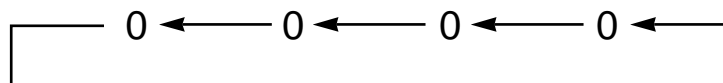

Abb. 7.1.3
5.3 Die Taste \triangleleft drücken, um das hell aufleuchtende Digit zu verschieben. Das Anzeigefeld wird jedes Mal wie in Abb. 7.1.3 gezeigt verschoben, wenn die Taste \triangleleft gedrückt wird.